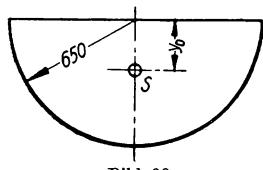

Bild 90
- 229.** Ein Schlammkübel nach Bild 90 hat die Form eines Halbzyinders von 650 mm Radius und ist aus einem gewölbten Mantelblech und zwei ebenen, halbkreisförmigen Stirnwänden zusammengesetzt. Seine axiale Länge beträgt 900 mm. Das Blech wiegt 38 kg je m^2 . Der Kübel soll in seiner Schwerachse an zwei Zapfen S in einem fahrbaren Gestell aufgehängt werden, um leicht gekippt und entleert werden zu können. Zu berechnen ist